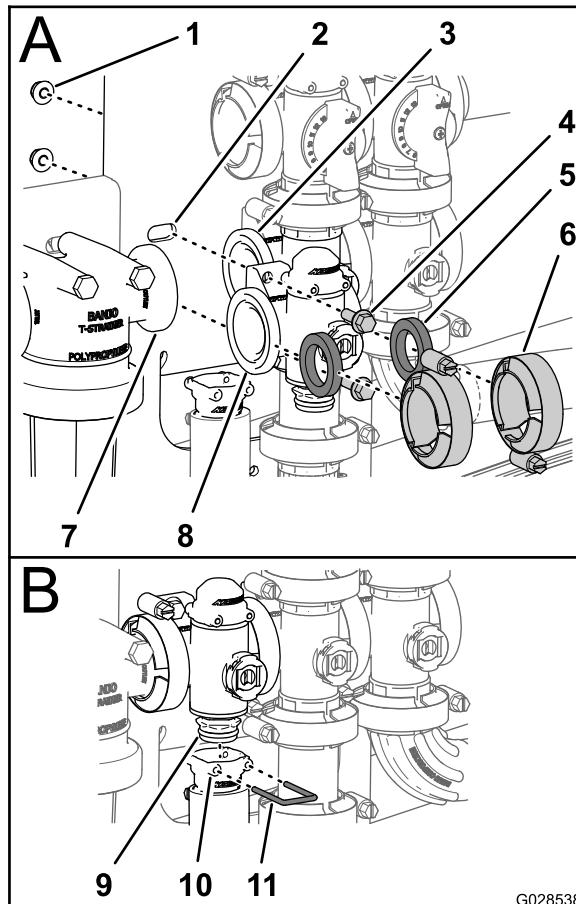

Figura 111
- Allineate guarnizione tra le flange del collettore della valvola di comando del volume e la testa del filtro della pressione (A di Figura 111).
pressione con un morsetto flangiato e serrate manualmente (A di Figura 111).
3. Allineate una guarnizione tra le flange della valvola di controllo del volume e il collettore della valvola dell'agitatore (A di Figura 111).
4. Montate il collettore della valvola di controllo del volume, la guarnizione e il collettore della valvola dell'agitatore con un morsetto flangiato e serrate manualmente (A di Figura 111).
5. Montate la valvola di controllo del volume sul supporto della valvola con i 2 bulloni a testa flangiata e i 2 dadi bloccaggio flangiati (A di Figura 111) rimossi al passaggio 3 di Rimozione della valvola del collettore di comando del volume \(pagina 76\) e serrate il dado e il bullone a 10–12 N·m.
6. Montate il raccordo di uscita sul raccordo del connettore nella parte inferiore del collettore per la valvola di controllo del volume (B di Figura 111).
7. Fissate il raccordo del connettore del raccordo di uscita inserendo un fermo nella presa del raccordo di uscita (B di Figura 111).